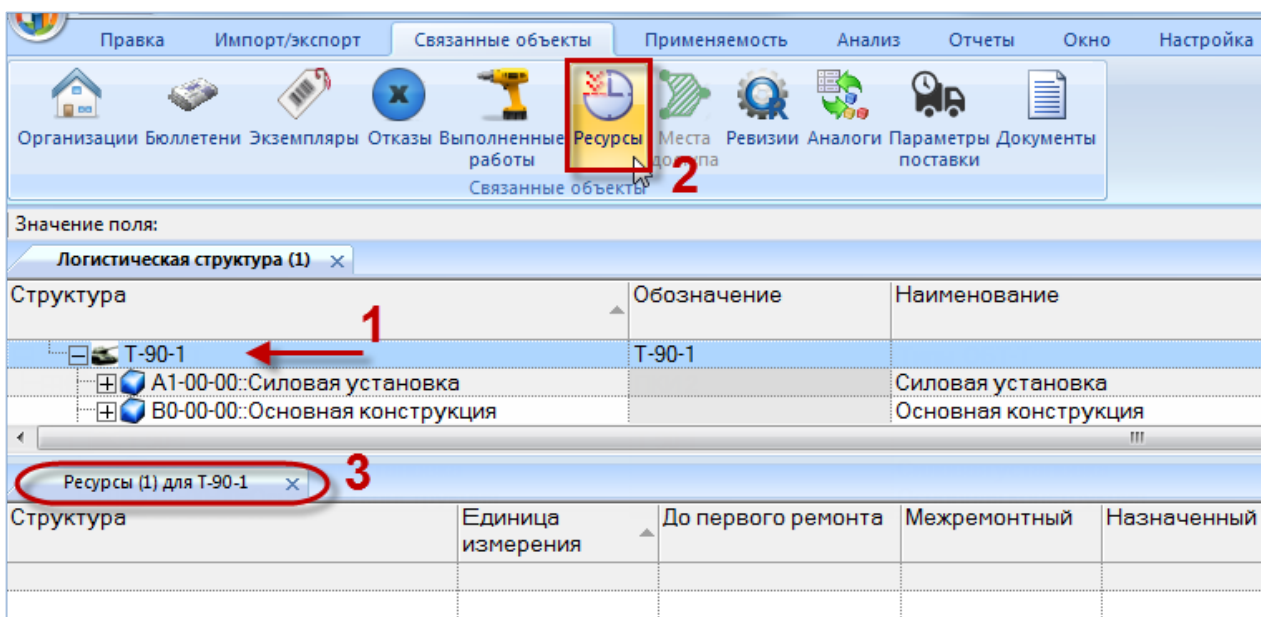

Рис. 11-1 – Открытие окна связанных объектов «Ресурсы» для компонента
- 2) Выделить компонент в структуре и нажать кнопку «Ресурсы» панели «Связанные объекты» (1 и 2, рис. 11-1).
3) В результате будет открыто окно связанных объектов «Ресурсы» для выбранного компонента (3, рис. 11-1).
2) Выделить компонент в структуре и нажать кнопку «Ресурсы» панели «Связанные объекты» (рис. 11-1). В результате будет открыто окно связанных объектов «Ресурсы» для выбранного компонента.